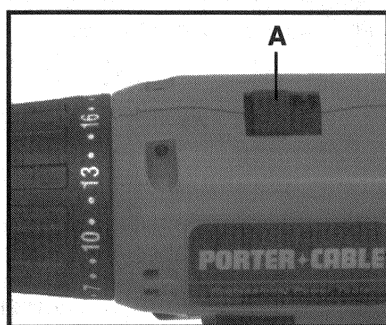

Fig. 4
La foreuse/visseuse autonome à batterie modèle 830 possède un changement de vitesse à deux vitesses qui produit une gamme de vitesse du mandrin qui va approximativement: de 0 - 350 RPM (VITESSE BASSE) à 0 - 1250 RPM (VITESSE ÉLEVÉE). Pour changer de registre de vitesse: relâchez l'interrupteur de la gâchette pour arrêter le moteur en ensuite faites passer le sélecteur de vitesse (A) Fig. 4 vers l'arrière pour choisir une vitesse ÉLEVÉE ou vers l'avant pour choisir une vitesse BASSE.